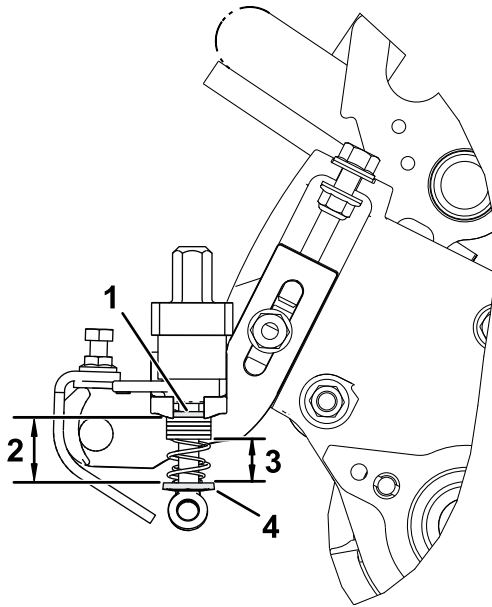

図 20
4. 図 20に示すように、ワッシャ間の距離現在のスプリングの長さを測定する。